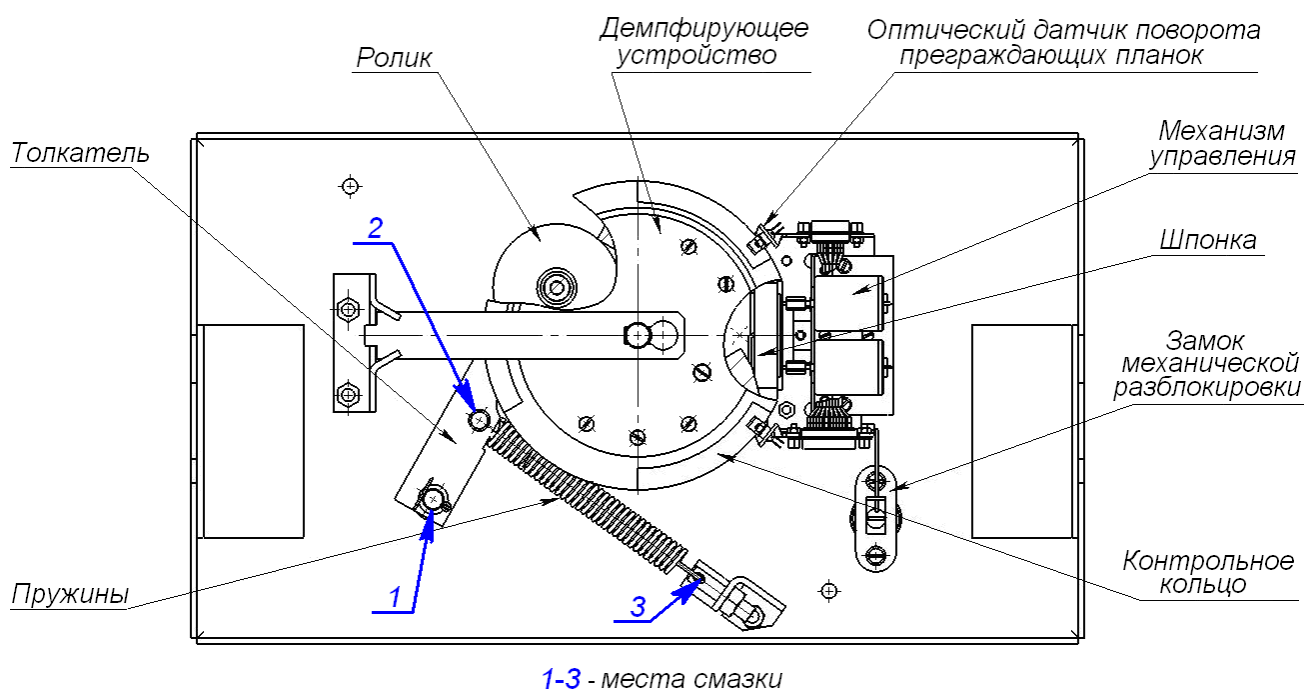

Рисунок 27. Расположение внутренних деталей и узлов стойки ЭП
2. Снимите крышку (3) в порядке, указанном в разд. 6 и положите ее на ровную устойчивую поверхность.
3. Осмотрите устройство доворота (толкатель, пружины и ролик), оптические датчики поворота преграждающих планок и демпфирующее устройство (см. рис. 27).
- четыре втулки на устройстве доворота – две на оси вращения толкателя и две на оси крепления пружин, а также отверстия в деталях крепления пружин, по две - три капли масла в каждое место смазки (места смазки указаны на рис. 27);
- механизмы секретности замка механической разблокировки (9) и замка крышки (4) со стороны замочной скважины.